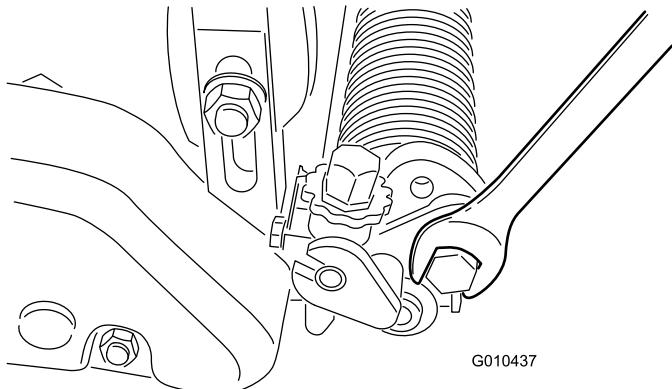

Figura 23
- allentate i bulloni sui bracci destro e sinistro del groomer (Figura 23).